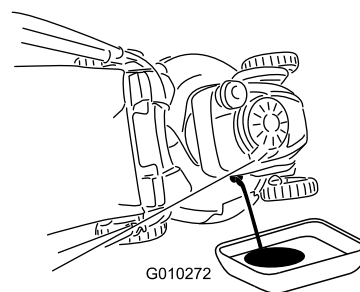

Figura 40
4. Inclinate il tosaerba sul fianco, con il filtro dell'aria in alto, per scaricare l'olio usato attraverso il tubo di riempimento (Figura 40).